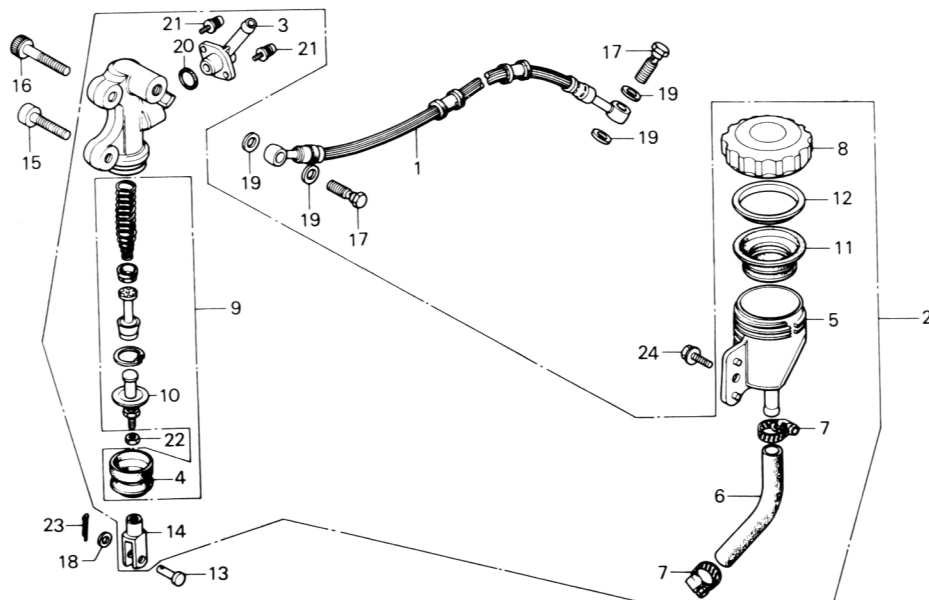

Bild 195
Die Teile des Hauptbremszylinders sind in Bild 195 gezeigt.
- Den Hauptbremszylinder zusammensetzen (Bild 195). Alle Teile mit sauberer Bremsflüssigkeit anfeuchten.